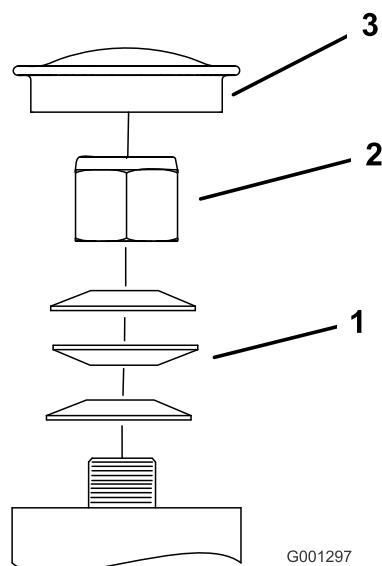

Figure 56
3. Retirez le capuchon anti-poussière de la roue pivotante et serrez le contre-écrou (Figure 56).
4. Continuez de le serrer jusqu'à ce que les rondelles élastiques soient aplatis, puis desserrez-le de 1/4 de tour pour obtenir la précharge correcte des roulements (Figure 56).
Important: Veillez à placer les rondelles comme illustré (Figure 56).
5. Remettez le capuchon anti-poussière en place (Figure 56).